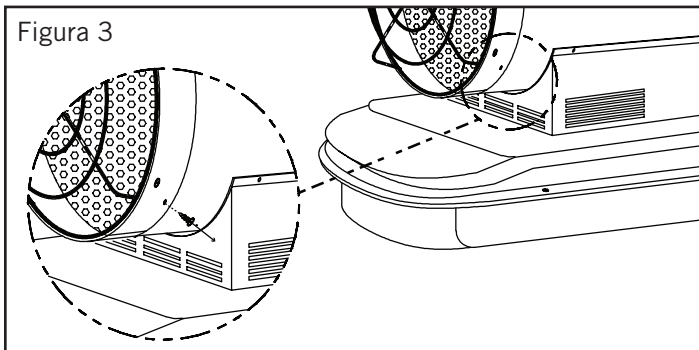

Figura 3
1. Retire los tornillos existentes del anillo de la coraza en ambos lados del calentador (vea la Figura 3).